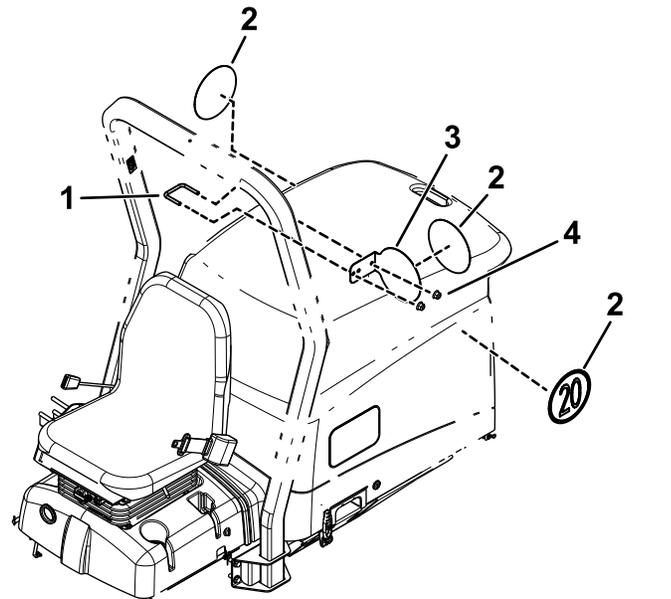

Bild 24
1. Kleben Sie ein Schild an beide Seiten der Maschine (Bild 24).
2. Befestigen Sie die Geschwindigkeitsplatte mit einem U-Bügel und zwei Bundmuttern ($\frac{3}{8}$ " an der linken Seite des Überrollbügels (Bild 24).
3. Kleben Sie ein Schild auf die Geschwindigkeitsplatte (Bild 24).